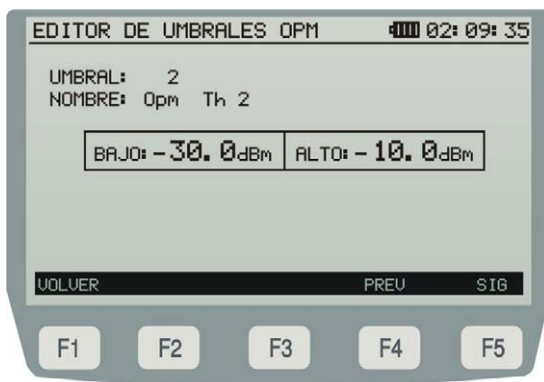

Figura 24.- Pantalla EDITOR DE UMBRALES OPM.
- [2] Representación gráfica de la potencia con indicador del umbral inferior y superior. Los valores **UMBRAL** F3 son definibles por el usuario a través de la pantalla de edición de valores umbral (figura 24.-).